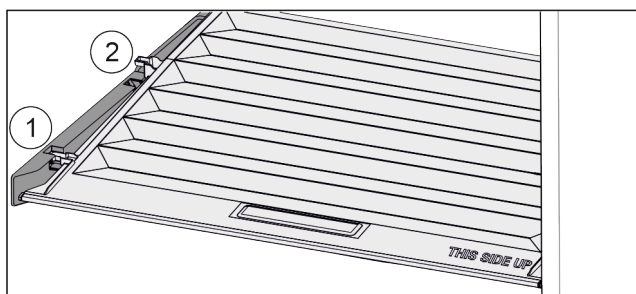

Fig. 107
- ▶ Vytáhněte víko dopředu až k otvoru v přídržných dílech Fig. 107 (1).
- ▶ Vzadu zespu nadzvedněte a vyjměte směrem nahoru Fig. 107 (2).